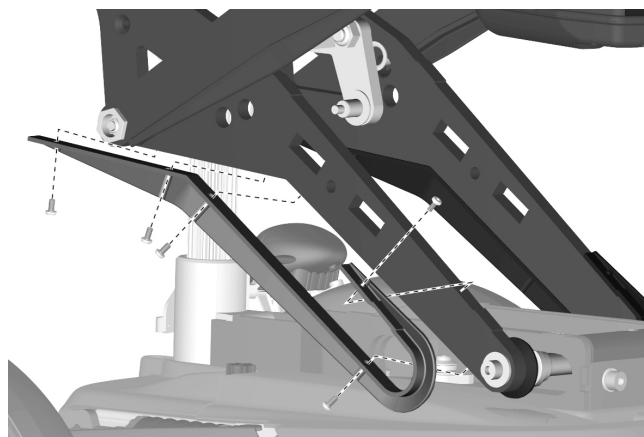

Abbildung 93. Der Klemmschutz wird mit fünf Schrauben montiert.
2. Klemmschutz mit den drei Schrauben am Unterlenker montieren. Siehe Abbildung. 93.